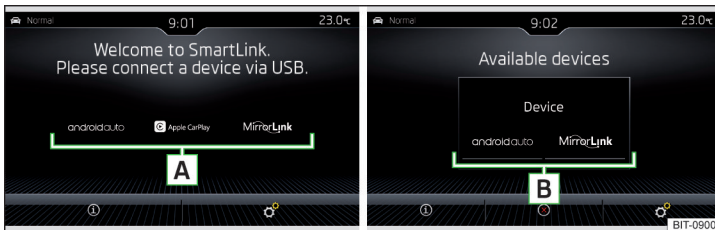

Fig. 199 Systèmes de communication compatibles / Exemple de systèmes de communication compatibles pour le périphérique connecté
Si aucun périphérique externe n'est connecté, un menu présentant les systèmes de communication compatibles SmartLink s'affiche [A] » fig. 199.
Menu principal » fig. 199
- Sélectionnez le type de système de communication compatible [B] » fig. 199 à la page 181.